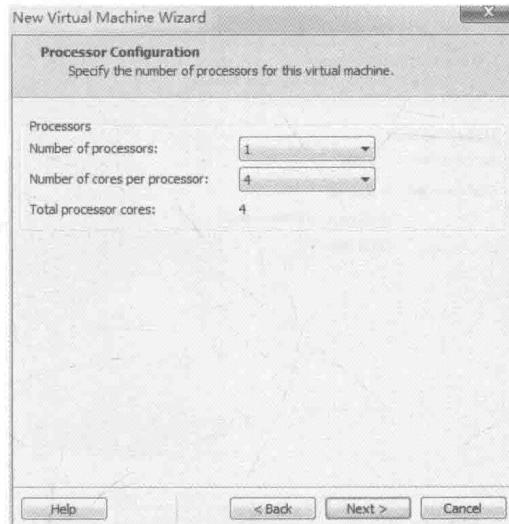

图 4-15 处理器类型选择界面
(5) 选择虚拟机处理器类型, 如图 4-15 所示, 我们可根据所使用 PC 机实际情况选择。